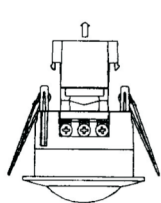

fig. 1
- Sacar la tapa protectora de plástico de la parte de conexionado (fig. 1).